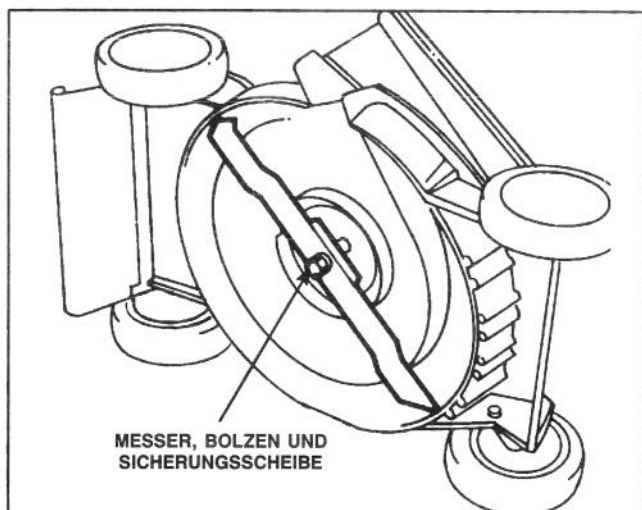

Abbildung 16
3. Mäher auf die linke Seite kippen (Abb. 16).
5. ENTFERNEN DES MESSERS—Das Ende des Mähmessers mit einem Lappen oder einem dicken Handschuh anpacken. Messerbolzen, Sicherungsscheibe und Messer entfernen (Abb. 16).